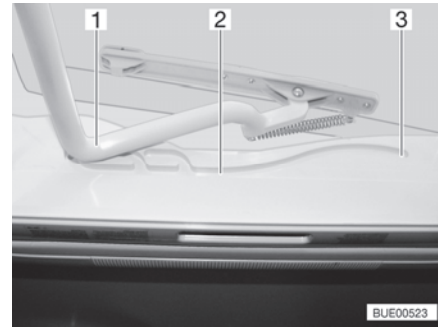

Fig. 20 Glissière (lanterneau Heki)
- Tirer l'étrier (Fig. 20,1) dans les glissières (Fig. 20,2) jusqu'à la position la plus reculée (Fig. 20,3).
- Pousser l'étrier (Fig. 20,1) légèrement vers le haut avec les deux mains.
- Tirer l'étrier dans les glissières (Fig. 20,2) jusqu'à la position souhaitée.